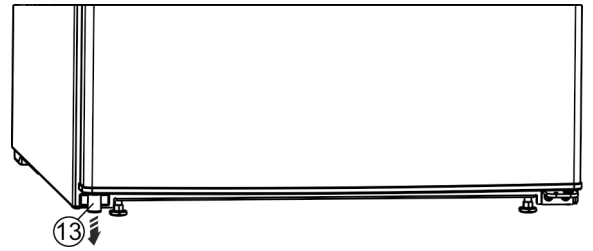

Fig. 13 *
- ▶ Linksonder de afstandhouder Fig. 13 (13) uit de deur verwijderen.*